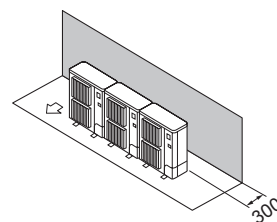

Fig. 2-12
- ① Prekážky len zozadu (Fig. 2-12)